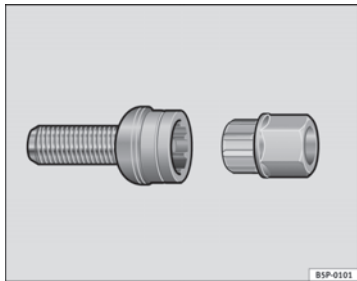

Abb. 180 Diebstahlhemmende Radschrauben
- Setzen Sie den Adapter bis zum Anschlag in die diebstahlhemmende Radschraube ein ⇒ **Abb. 180**.